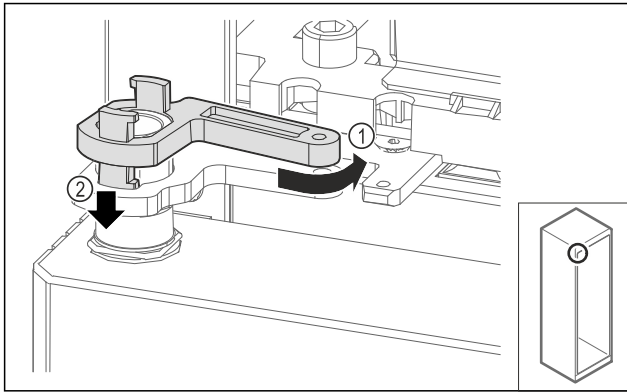

Fig. 63
- Tourner légèrement le verrouillage du support de palier vers l'arrière Fig. 63 (1), le pousser vers le bas Fig. 63 (2) et le verrouiller dans l'angle de la charnière.